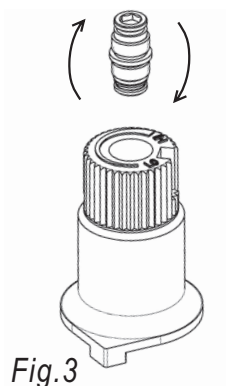

Fig. 3
- 19) Flip the screw (Fig. 3).